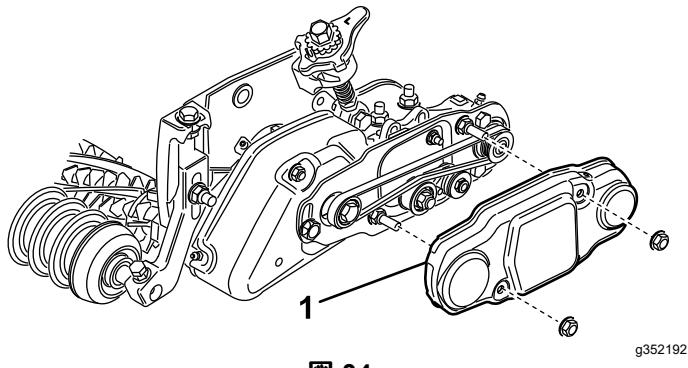

図 34
26. ベルトカバーを取り付けボルトに取り付けてフランジナット2個で固定する図34。